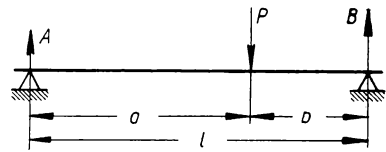

Bild 146
**280.** Ein Balken auf zwei Stützen trägt eine Einzellast  $P$  (Bild 146). Welche Richtung und welche Größe haben die Auflagerdrücke?